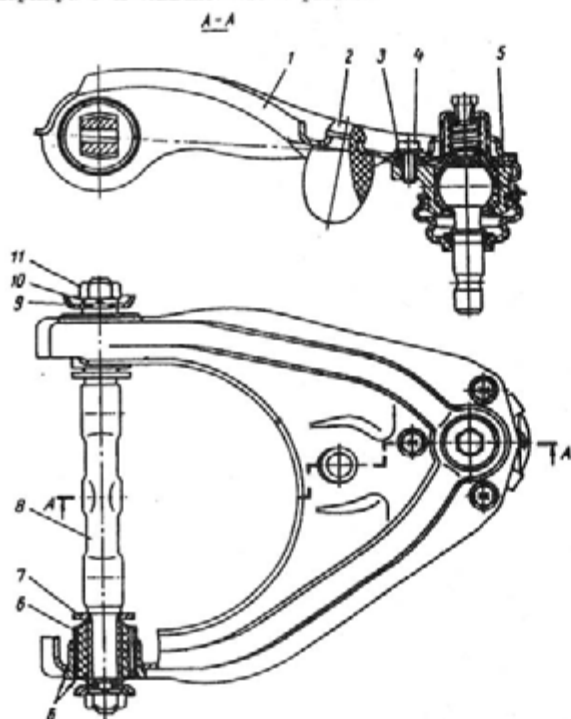
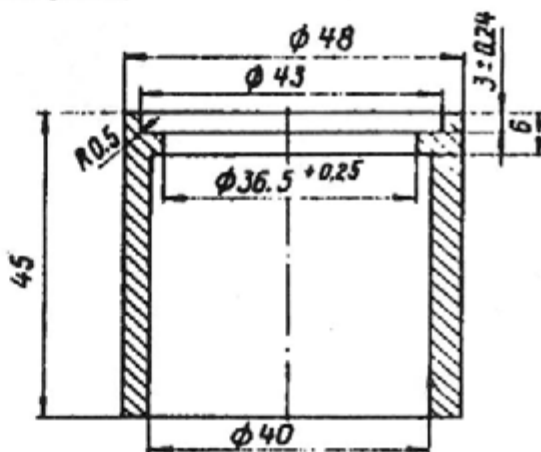

Рис. 177. Верхний рычаг передней подвески:
Рис. 178. Опорная втулка
5. Выверните болты 4 (рис. 177) крепления шарового шарнира и снимите его с рычага.
Выпрессовку изношенного сайлент-блока из верхнего рычага производите на прессе. Для этого подложите под рычаг со стороны изношенной детали опорную втулку (рис. 178) и, нажав с противоположной стороны на ось 8 (см. рис. 177) в упорную шайбу 7, вытолкните сайлент-блок 6 из рычага.
Сборку шарнира производите согласно рисунку 150. Для обеспечения совпадений резьбовых отверстий корпуса и отверстий крышки перед загибкой лапок заверните три болта М8х1х18, которые перед постановкой на рычаг должны быть вывернуты. Момент окончательной затяжки болтов 4 (рис. 177) 17—23 Н·м (1,7—2,3 кгс·м).